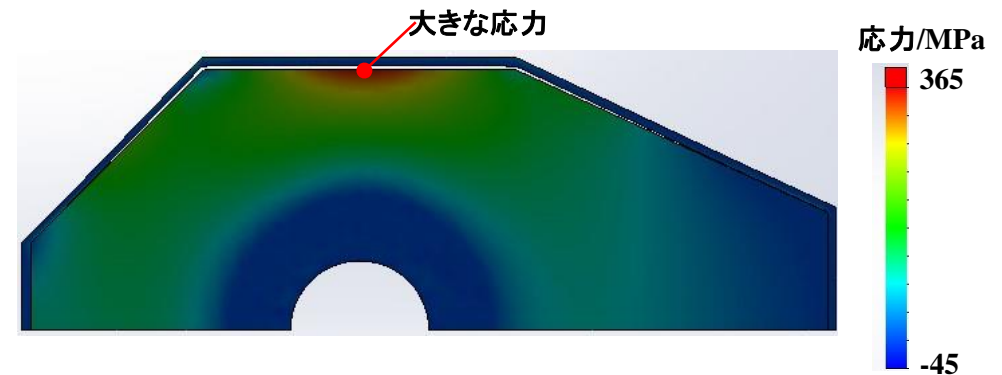

図4 最大主応力分布図及び変形図
- ・結果: 図4に示すようにプレート外周の中央部に大きな応力が生じた。この応力は時間が経ち、プレート温度が高くなるほど増大。